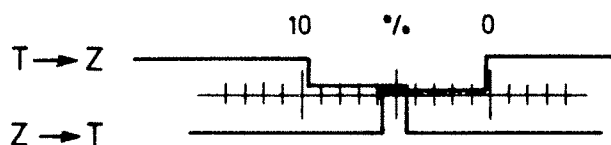

Bild 11
- Ställ Verzerrung i läge Z nach T och vrid den högra kontaktskruven tills växlingen Z till T startar vid 5 % och slutar vid 10 %, bild 11.